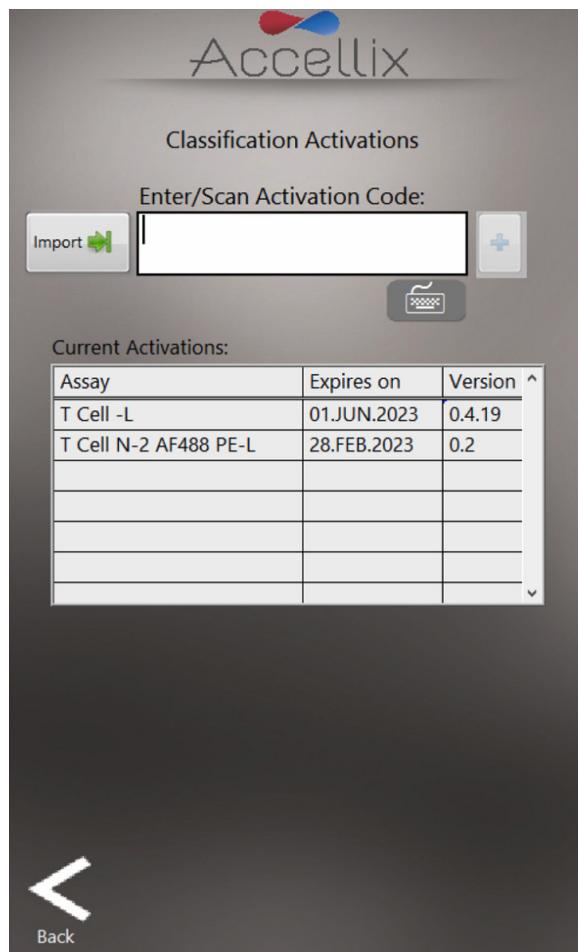

Figura 28: Pantalla de Suscripciones de clasificación automática
La pantalla de la **función Suscripciones de clasificación automática** Subscriptions permite al usuario ver y añadir suscripciones de clasificación automática (CA) para cualquier ensayo aplicable (Figura 28). Para obtener más información, póngase en contacto con sales@accellix.com.